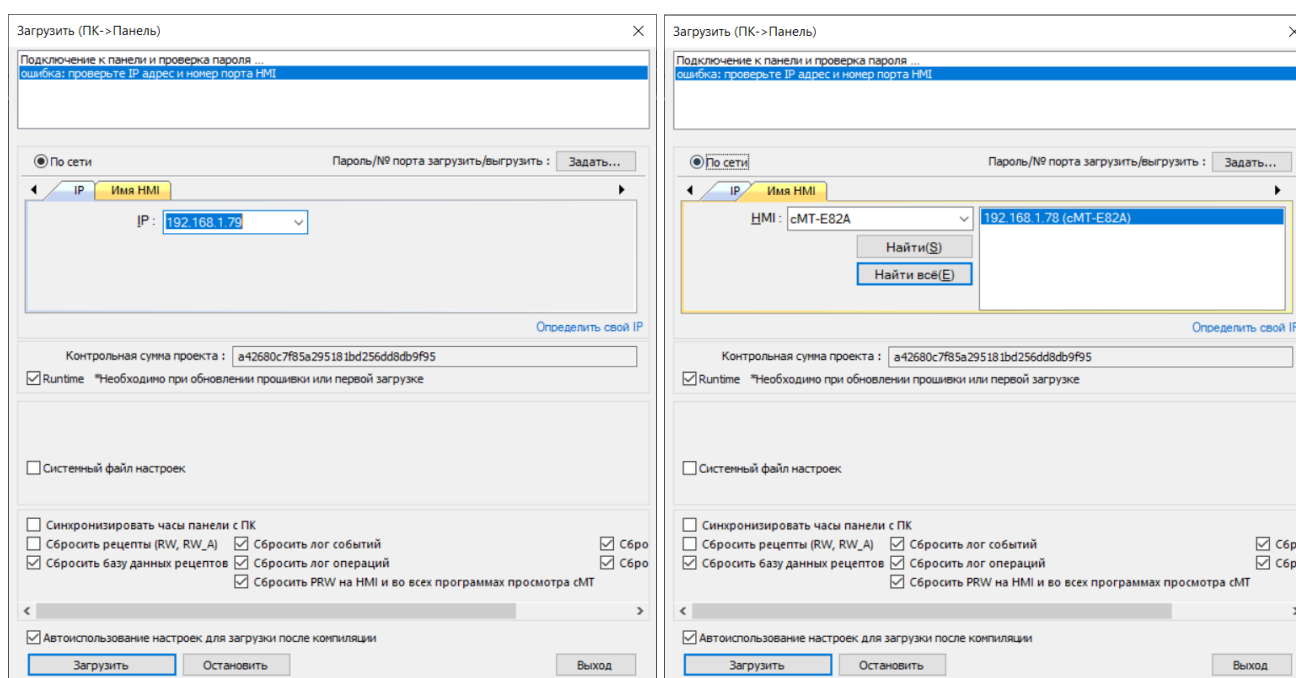

Рисунок 4.17 – Окно «Загрузить (ПК->Панель)»
3. Перейти на вкладку «Проект» – кнопка «Загрузить (ПК->Панель)» (рисунок 4.17).
4. Произвести подключение к панели оператора, введя IP-адрес порта LAN 2 («Ethernet 2»), в поле «IP:». Альтернативным вариантом подключения к панели оператора является подключение с использованием имени панели. Для этого необходимо перейти на вкладку «Имя HMI» и нажать кнопку «Найти всё» и если панель оператора находится в той же подсети, что и АРМ администратора, то справа будут видны найденные панели (рисунок 4.17, справа). Начать загрузку прикладного ПО на панель оператора можно нажав кнопку «Загрузить».